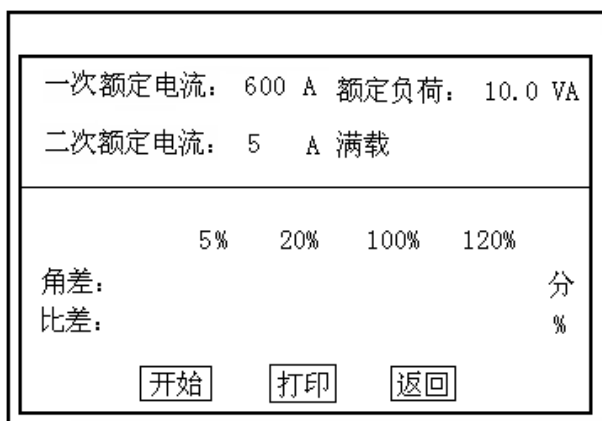

图 22
- 1) **参数设置：**如图 22 所示（注：应按照互感器铭牌上的实际额定变比值设定）CT 的一次额定电流 0~15000A，和二次额定电流 5A/1A。额定负荷，以及满载或轻载测试。轻载负荷为额定负荷的 25%。